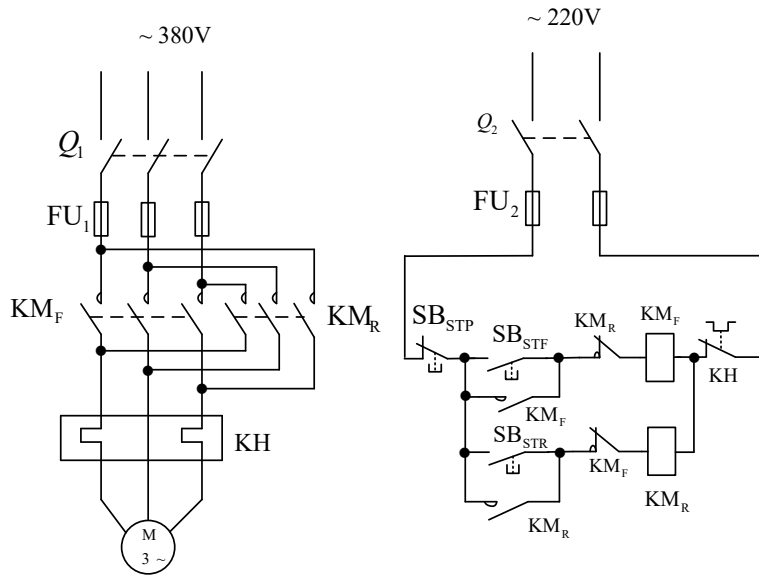

图 10-1 异步电动机正反转控制电路
图 10-1 是异步电动机正反转控制电路，其中 KM_F 和 KM_R 分别是用作正反转控制的两个交流接触器。为防止接触器同时工作，而使电源通过它们的主触点发生短路，所以在控制电路中，正转接触器 KM_F 的一个动断（常闭）辅助触点串接在反转接触器 KM_R 的线圈电路中；反转触器 KM_R 的一个动断（常闭）辅助触点串接在正转接触器 KM_F 的线圈电路中，这两个动断（常闭）辅助触点起联锁作用。如果在正转过程中要求反转，必须先按停止按钮 SB_{STP} ，使联锁触点 KM_F 闭合后，按反转起动按钮 SB_{STR} ，电动机才能反转。
- 1) 按图 10-1 接线，其中电动机采用 Y 接法；并请指导教师检查线路是否无误，方可通电；